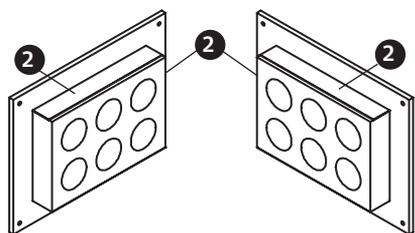

Fig. 30 Paratia antifiamma con nastro di protezione antincendio incollato (2 lati ciascuno)
Un nastro di protezione antincendio è incollato alla paratia antifiamma su 2 lati ② – Fig. 30.